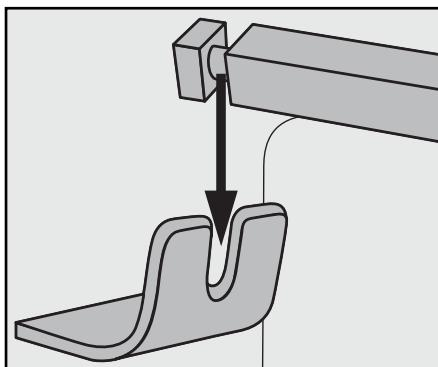

Abb. 2: Drehspieß 16 in die Drehspießaufnahme 9 legen
- Legen Sie dann das andere Ende des Drehspießes 16 mit der tiefen Nut in die Drehspießaufnahme 9 (Abb. 2):